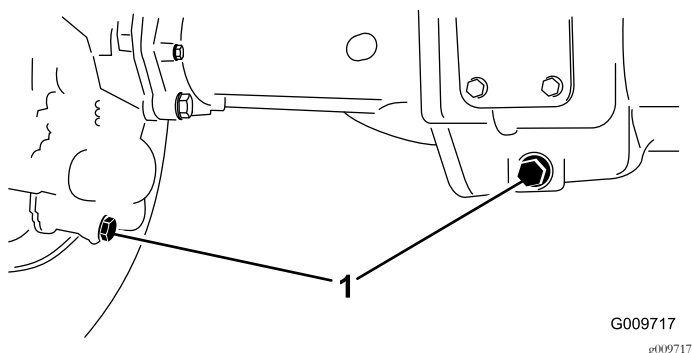

Figura 57
2. Limpie la zona alrededor de los tres tapones de vaciado, uno en cada extremo y uno en el centro (Figura 57).